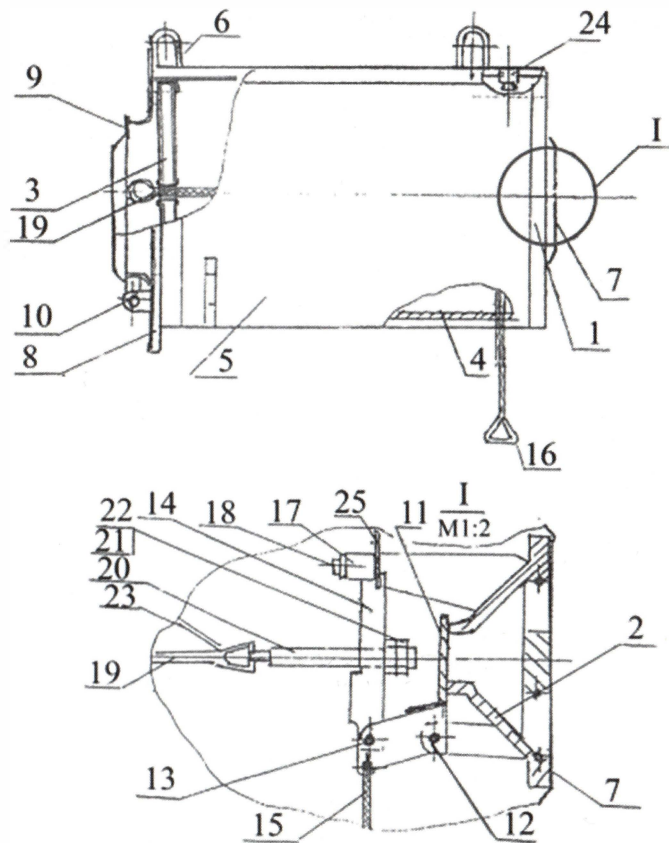

Рис. 1 - Устройство пенегенератора ГПСС
4.1. На рис. 1 показано устройство генератора типа ГПСС. В корпусе 1 генератора расположены его основные составные части: корпус распылителя 2 и кассета 3. В нижней части корпуса 1 имеется воздухозаборное отверстие, закрытое защитной сеткой 4. Боковые стенки корпуса 5 закреплены отогнутыми пластинами. Входное отверстие генератора расположено на фланце 7, к которому присоединяется растворопровод стационарной системы пожаротушения. Установка и крепление генератора на резервуаре осуществляется с помощью монтажного фланца 8, на котором имеется выходное отверстие, закрываемое крышкой 9. Крышка 9 установлена на шарнире 10. Перед распылителем 2 расположена заслонка 11, являющаяся одним из плечей двуплечного рычага, установленного в корпусе 1 на шарнире 12. Другой конец этого рычага соединен шарниром 13 с вилкой 14. Кроме того, двуплечий рычаг канатом 15 соединен с ручкой 16 ручного привода. Своим свободным концом вилка 14 установлена на упор 17, закрепленный в корпусе 1, болтом 18. Тяга 19 присоединена своими концами к крышке 9 и шпильке 20. Крышка 9 притянута к фланцу выходного отверстия генератора тягой 19 за счет усилия, создаваемого вращением гайки 21 по резьбе шпильки 20. При этом гайка 21 своей торцевой поверхностью упирается в вилку 14. Положение гайки 21, соответствующее необходимому усилию герметизации стыка крышки 9 и кромки выходного отверстия генератора, фиксируется на шпильке 20 контргайкой 22. У шпильки 20 к тяге 19 присоединен ограничитель 23 угла открывания крышки 9. Второй конец ограничителя 23 закреплен болтом 24. Для предохранения рычажной системы генератора от поломок вилка 14 закрепляется (только на период транспортирования) проволокой 25.
5.4. Во избежание случайных ударов рукоятки 16 (см. рис. 1) по металлоконструкциям резервуара канат 15 следует привязать к растворопроводу.
5.5. При вращении гайки 21 и контргайки 22 (см. рис. 1) во время регулировки усилия герметизации, а также при вращении болта 18 во время подготовки генератора следует избегать резких движений ключом во избежание сброса вилки 14 с упора 17. При проведении указанных операций свободной рукой необходимо прижимать заслонку 11 к соплу корпуса распылителя 2.
5.6. При проверке установленного на резервуаре генератора на герметичность следует привязать вилку 14 проволокой 25 так, как это показано на рис. 1.
ВНИМАНИЕ! Освободите вилку 14 (см. рис. 1) от крепления проволокой. Удалите проволоку 25 из генератора.
6.12. Произведите монтаж генератора на резервуаре в соответствии с рис. 2 рабочее положение генератора 1 (см. рис. 2) - горизонтальное, сеткой 4 (см. рис. 1) - вниз.
6.13. Канат 15 ручного привода (см. рис. 1) укоротите таким образом, чтобы расстояние между его обрезанным концом и поверхностью земли было 2 м. Привяжите ручку 16 на конце каната 15 любым из нераспускаемых узлов, например, беседочным (морская петля) и обязательно проверьте надежность затяжки.
Проверка на герметичность производится визуально с помощью набора щупов. Для обеспечения доступа в зону замера необходимо освободить кассету 3 (см. рис. 1) от крепления и, не снимая с тяги 19, передвинуть к шпильке 20.
8.1. Характерные неисправности, встречающиеся при эксплуатации генераторов типа ГПСС и методы их устранения приведены таблице 2. Номера позиций составных частей генератора см. рис. 1.